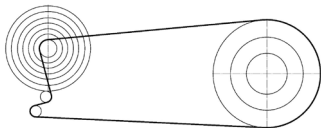

Рис. 28
шифтер в положение самой большой звезды шатунов (рис. 28).
1. С помощью шифтеров расположите цепь на большой звёздочке шатунов и самой маленькой звёздочке трещотки (рис. 28).